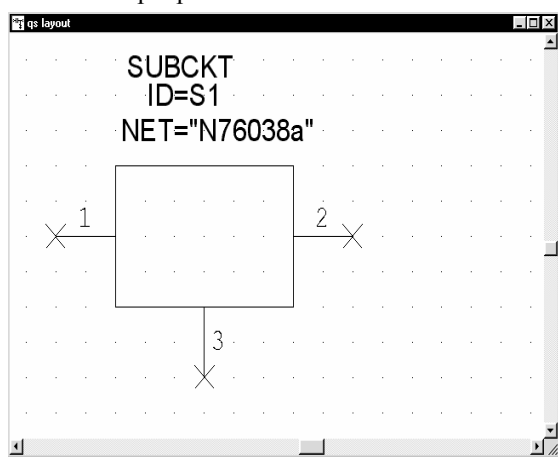

Рис. 5.5
3. Отметьте радиокнопку **Explicit ground node** (Явный земляной узел) и нажмите **OK**. Результат показан на рис. 5.5.